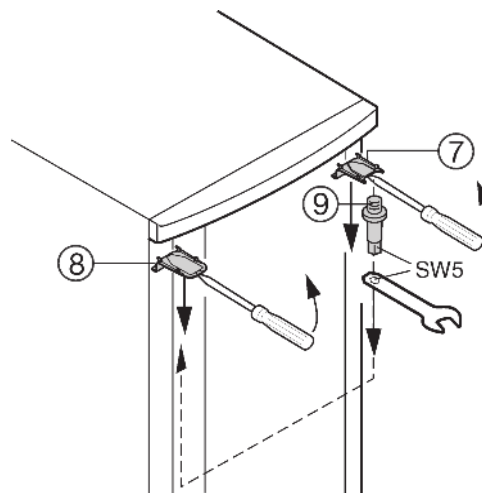

Рис. 5
- Выведите из зацепления верхнюю крышку (рис. 5 (7)) и крышку (рис. 5 (8)) в направлении вперед с помощью отвертки и снимите их, сдвигая их в направлении вниз под углом.
- Поверните шарнирный болт (рис. 5 (9)) и снимите его, перенесите его на противоположную сторону и установите на новом месте. Используйте для этого прилагаемый ключ с шестиугольным гнездом.
- Чтобы установить крышку (рис. 5 (7)) на той стороне, где находится шарнирный болт, вставьте ее заднюю часть и зафиксируйте спереди.
- Чтобы установить крышку (рис. 5 (8)) на противоположной стороне, вставьте ее заднюю часть и зафиксируйте спереди.
- Наденьте дверь на шарнирный болт (рис. 5 (9)) и закройте ее.